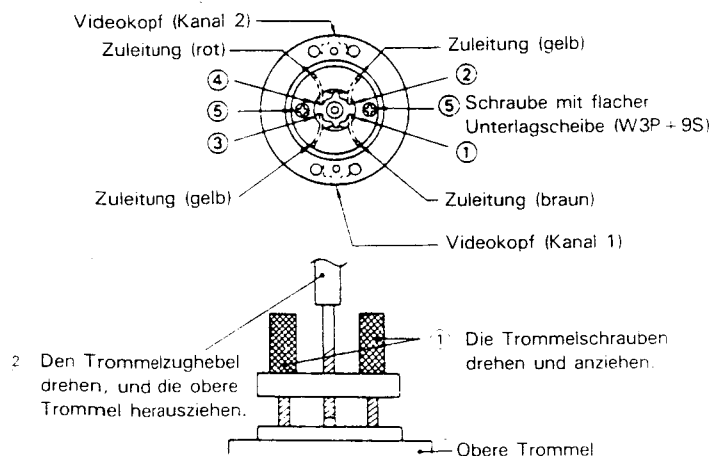

Abbildung 1-25.
• Auswechseln (Siehe Abb. 1-25)
1. Die Zuleitungen ① bis ④ vom Videokopf ablöten und diese entfernen.
2. Die beiden Schrauben ⑤ [Messingschrauben mit Unterlagscheiben (W3P + 9S)] mit einem Kreuzschlitzschraubenzieher entfernen.
3. Die obere Trommel (durch Hochziehen mit der Vorrichtung zum Auswechseln der oberen Trommel) herausziehen. (Siehe Abb. 1-25.)
1. Die neue obere Trommel in die in Abb. 1-25 gezeigte Lage bringen, und die Zuleitungen richtig verlegen.